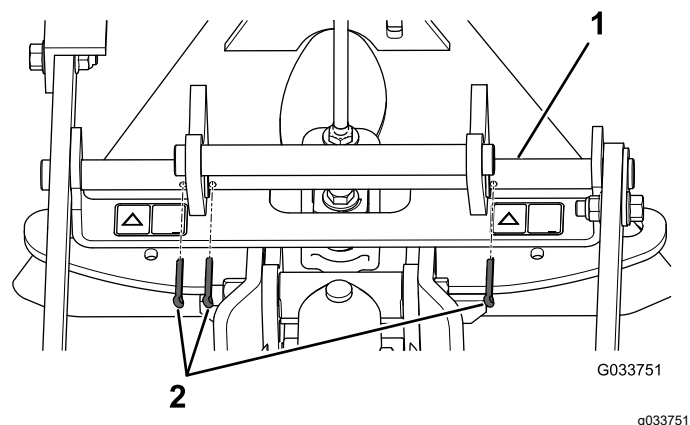

Рисунок 6
4. Вставьте шплинт в каждое из трех отверстий поворотной штанги (Рисунок 6).
Примечание: Убедитесь, что отверстия в поворотной штанге расположены так, как показано на Рисунок 6.